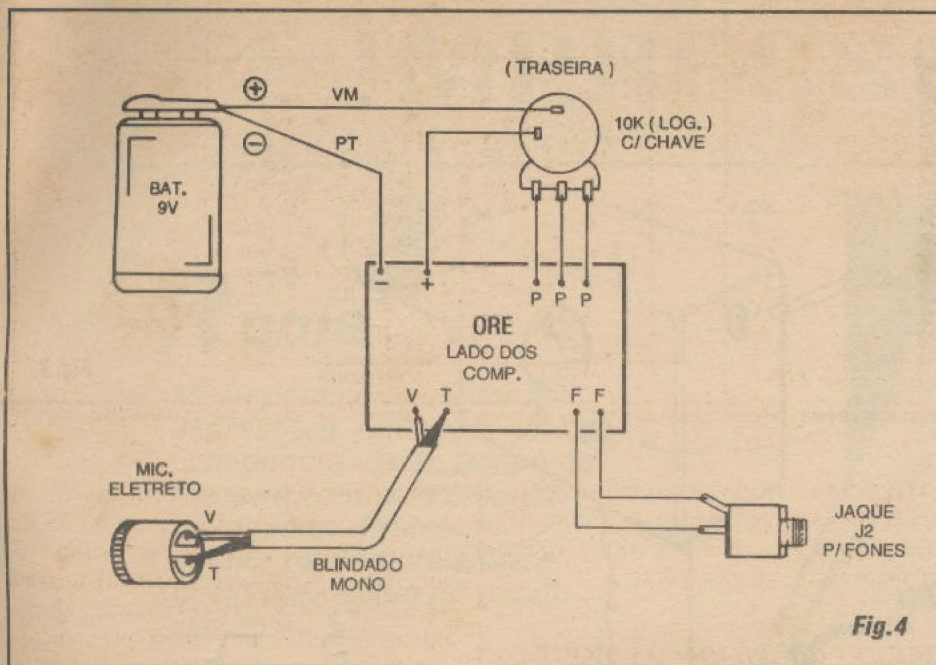

Fig. 4
- FIG. 4 - CONEXÕES EXTERNAS À PLACA - Também não são muitas as ligações da placa *para fora*, porém tratam-se de *caminhos muito* importantes, nos quais qualquer *errinho* poderá *danar tudo* em termos de funcionamento do **ORE**... Observar, então, com muito cuidado e atenção, as conexões aos terminais dos potenciômetros (dos pontos **P-P-P** da placa...), verificando que este é visto pela *traseira*, na figura... Notar também (e res-